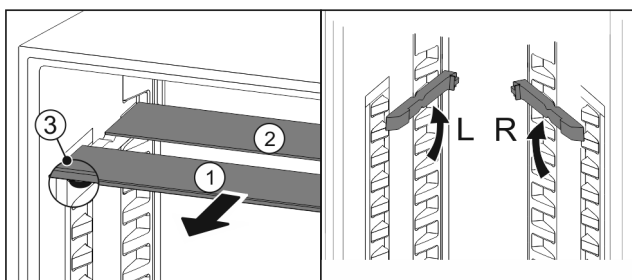

Fig. 96
- Sortir les tablettes par l'avant Fig. 96 (1).
- ▷ La tablette en verre Fig. 96 (1) avec bordure décorative est située à l'avant.
- ▷ Les butées Fig. 96 (3) sont orientées vers le bas.